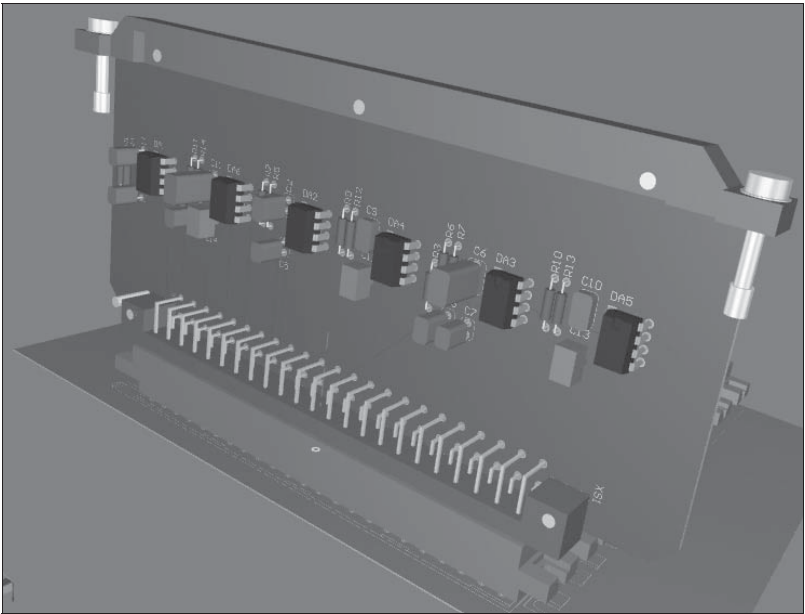

Рис. 9.15. Результат сочленения модуля с ответной частью соединителя на кросс-плате
- навести курсор на метку в центре плоскости корпуса розетки и щелчком левой кнопки мыши завершить сопряжение — колодка розетки погружается в коробчатый корпус вилки (рис. 9.15).
На изображении сопряженных объектов обозначается ось, перпендикулярная сопрягаемым плоскостям (рис. 9.15), — на экране компьютера она окрашена в сиреневый цвет.